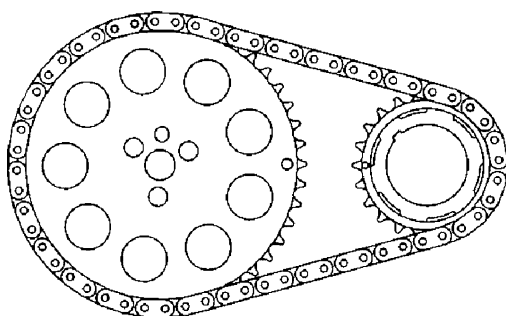

图 17-34 将曲轴链轮正时标记与凸轮轴链轮正时标记对齐
- 7) 必要时转动凸轮轴链轮或曲轴链轮，使曲轴链轮正时标记（位于 12 点钟位置）与凸轮轴链轮正时标记（位于 6 点钟位置）对齐，见图 17-34。